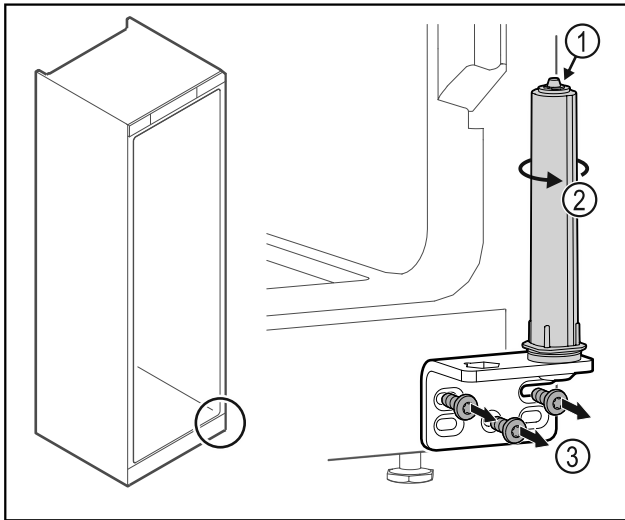

Fig. 34
- ▶ Älä pura oven sulkuyksikköä Fig. 34 (1).
- ▶ Kierrä sulkuyksikköä Fig. 34 (2), kunnes se naksahdaa.
- ▶ Irrota saranakulma Fig. 34 (3).